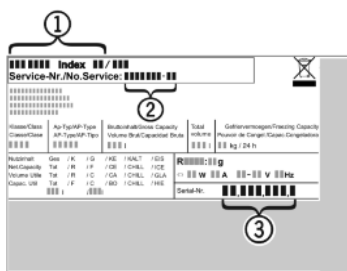

Fig. 14
- ▶ Z typového štítku odčítajte označenie zariadenia Fig. 14 (1), servisné č. Fig. 14 (2) a sériové č. Fig. 14 (3). Typový štítek je na ľavej vnútornej strane zariadenia.
- ▶ Upovedomte zákaznícky servis a oznámte chybu, označenie zariadenia Fig. 14 (1), servisné č. Fig. 14 (2) a sériové č. Fig. 14 (3).